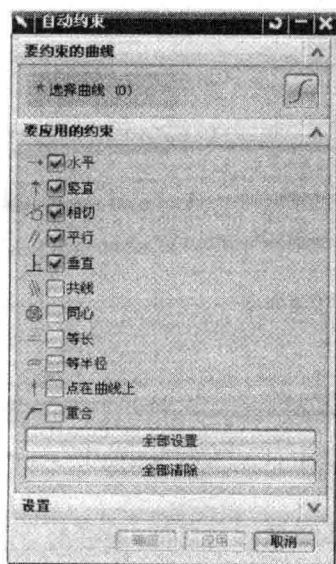
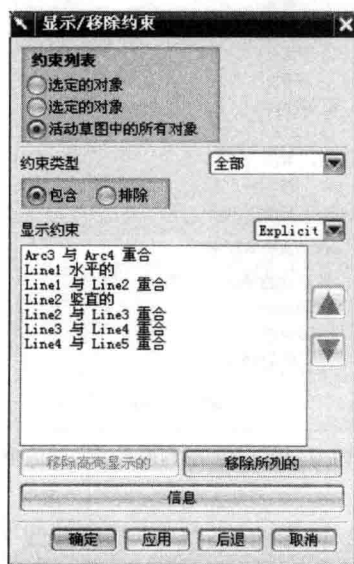

图 1.1.7 “自动约束”对话框
图 1.1.8 “显示/移除约束”对话框
- ⑨ 恒定长度:该约束定义选取的曲线为固定的长度。
- ⑩ 恒定角度:该约束定义选取的直线为固定的角度。
- ⑪ 点在曲线上:该约束定义所选的点在某曲线上。
- ⑫ 中点:该约束定义指定点位于曲线中点。
- ⑬ 重合:该约束定义两个或多个点相互重合。
- ⑭ 同心:该约束定义两个或多个圆弧或椭圆弧的圆心相互重合。
- ⑮ 相切:该约束定义两个选取的两个对象相切。
- ⑯ 等半径:该约束定义选取的两个或多个圆弧等半径。
- ⑰ 均匀比例:该约束定义样条曲线的两端点移动时,保持样条曲线的形状不变。
- ⑱ 非均匀比例:该约束定义样条曲线的两端点移动时,样条曲线的形状改变。
(14) 自动约束:单击“自动约束”命令,打开如图 1.1.7 所示对话框,可对所选对象自动创建约束,可全选或全部清除。
(15) 显示约束:单击“显示所有约束”命令,系统不显示所有的约束,再次单击则显示所有约束。
(16) 显示/移除约束:显示与选定的草图几何图形关联的几何约束,并移除所有这些约束或列出信息,单击“显示/移除约束”命令,打开如图 1.1.8 所示对话框。①选定的对象:显示选